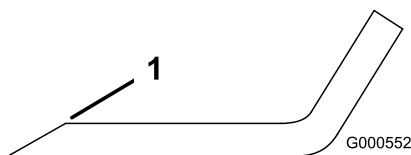

Figure 48
Remarque: Si la lame est déséquilibrée, limez un peu l'extrémité de l'ailette seulement (Figure 48).
- Au moyen d'une lime, aiguisez les tranchants aux deux extrémités de la lame (Figure 48).